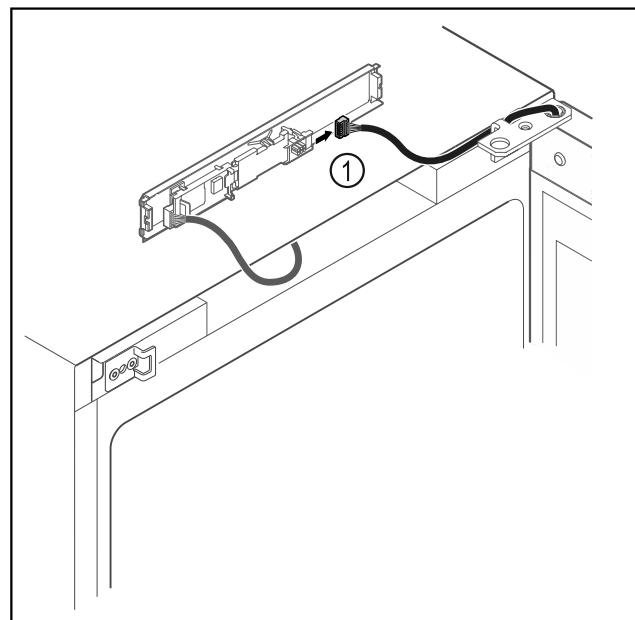

Fig. 7
- ▶ Stecker Fig. 7 (1) von Platine abstecken.